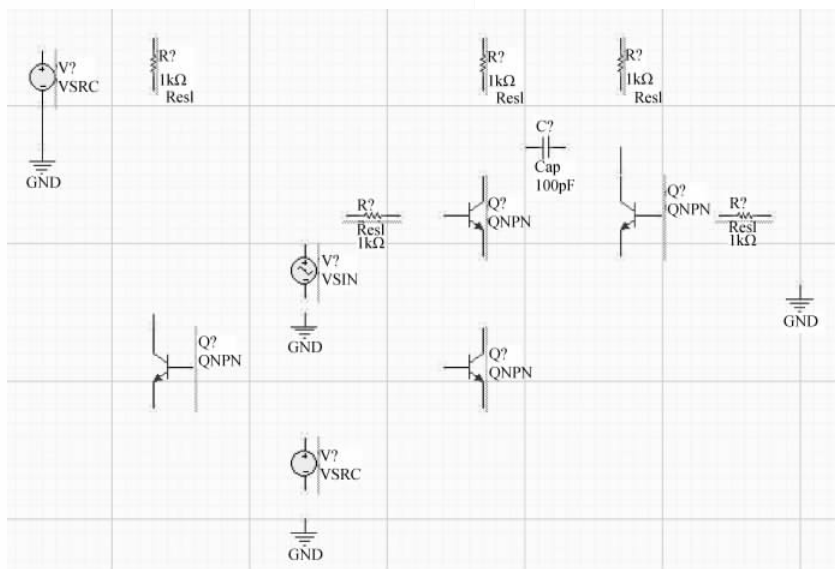

图 3-63 仿真元件和信号源
(1) 从 Miscellaneous Devices.IntLib 库中分别找到名字为 Res1 的电阻元器件、名字为 Cap 的电容元器件、名字为 QNPN 的晶体管(必须选择 Model Type 为 Simulation 的元器件), 并将其按照图 3-63 所示的位置进行放置。
(2) 从 Simulation Sources.IntLib 库中找到名字为 VSRC 和 VSIN 的元器件,并按照图 3-63 所示的位置进行放置。
(3) 单击 AD 主界面下工具栏内的  按钮,将 GND 按照图 3-63 所示的位置进行放置。